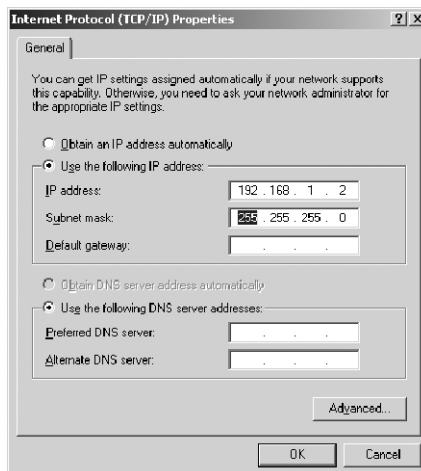

Рис. 8. Окно свойств протокола Интернета (TCP/IP)
6. Установите переключатель *Use the following IP Address (Использовать следующий IP-адрес)* и введите параметры, показанные на рис. 8.